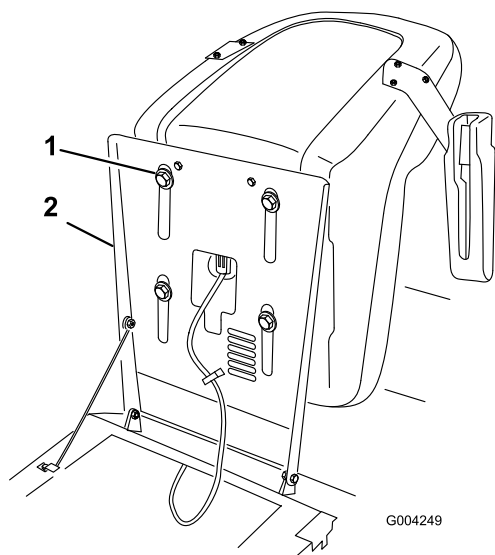

Figure 18
2. Soulevez le siège et desserrez les boulons de réglage (Figure 18).